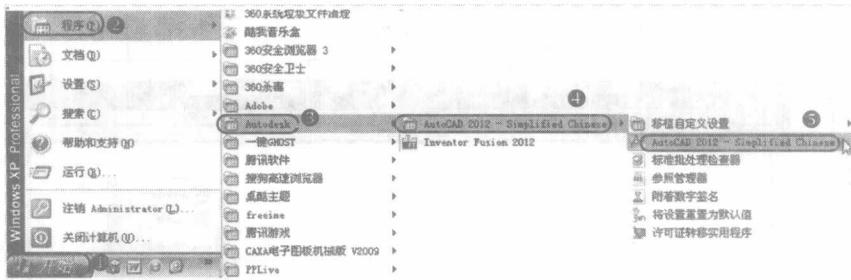

图 1-4 通过“开始”菜单方式启动
- 依次选择“开始”→“程序”→“Autodesk”→“AutoCAD 2012–Simplified Chinese”命令，如图 1-4 所示。